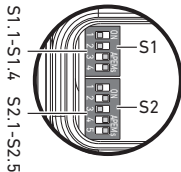

Abb. 3: Dip-Schalter S2
2. Bringen Sie den Dip-Schalter S2.5 in die gewünschte Position (siehe auch Abb. 3 „Dip-Schalter S2“).